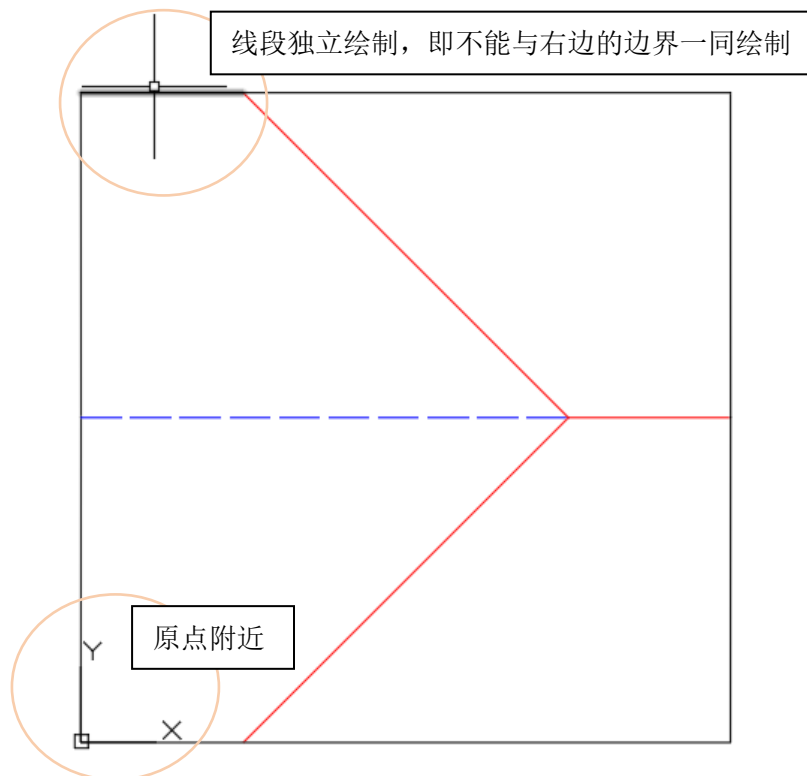

图 1 折痕图绘制示例
- 山折痕用红色 (rgb: 255, 0, 0) 标注，谷折痕用蓝色 (rgb: 0, 0, 255) 或虚线标注，边界用黑色 (rgb: 0, 0, 0) 标注 (参考图 1)；
- 每条线需独立绘制 (即便它们可能共线)，才可使软件对折纸板单元进行正确识别 (参考图 1)；
- 折痕图整体最好位于绘图原点附近，方便在软件中查看折纸折痕图导入情况 (参考图 1)；